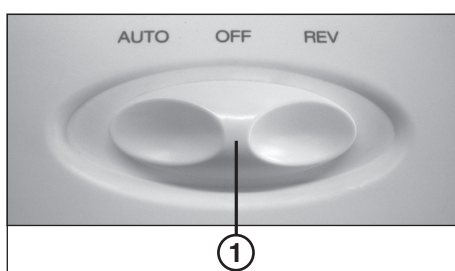

fig. 1
- Conmutar el interruptor de funcionamiento (1) (fig. 1) a la posición „AUTO“.
- Conmutar **brevemente** el interruptor de funcionamiento (1) (Fig. 1) a la posición „REV“ y seguidamente a la posición de „OFF“.
- Desgarrar el papel expulsado justamente por encima de la rendija de entrada y conmutar a continuación el interruptor de funcionamiento (1) (Fig. 1) a la posición de avance „AUTO“.
- ¿Está conectado el **interruptor de funcionamiento (1)** en el aparato?
- Conmutar el interruptor de funcionamiento (1) (fig. 1) a la posición „OFF“.